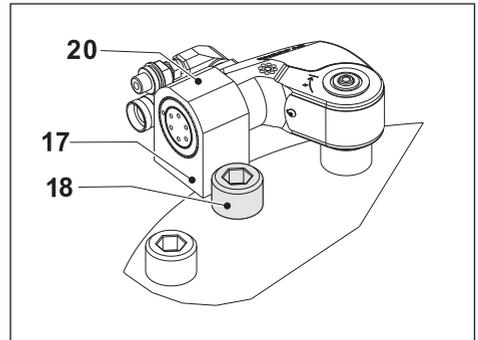
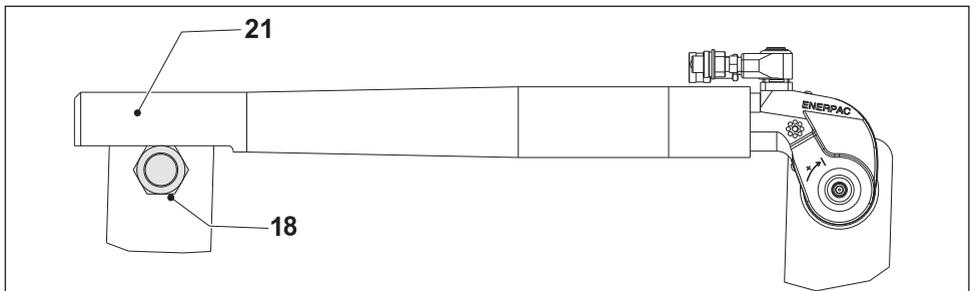

Fig. 11
Fig. 12
4.3.3 Uso del brazo de reacción corto (Fig. 11)
- Coloque el pie (17) del brazo de reacción corto de la serie SRA (20) contra un punto de reacción adecuado (18). El punto de reacción contrarrestará la fuerza producida por la herramienta en funcionamiento.
4.3.4 Uso de la extensión del tubo de reacción (Fig. 12)
- Coloque la extensión del tubo de reacción de la serie RTE (21) contra un punto de reacción adecuado (18). El punto de reacción